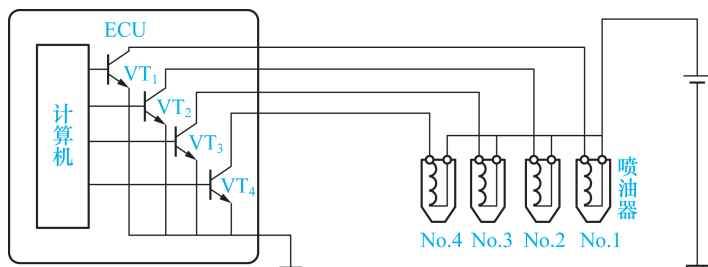

图 1-13 执行器的控制电路
(3) 执行器工作电路。执行器由电控单元控制进行工作。常见的执行器有电磁阀、继电器、电动机、灯、蜂鸣器和喇叭等。如图 1-13 所示为执行器的控制电路,执行器的电路分为电源电路和搭铁电路。当电控单元处于电源电路时,电源电路即为控制电路;当电控单元处于搭铁电路时,搭铁电路即为控制电路。